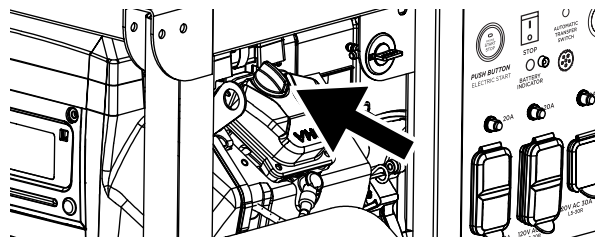

Figura 15 - Tapón de llenado de aceite
6. Retire el tapón de llenado de aceite y límpielo. (Ver Figura 15)